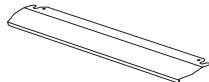

Figura 29
1. Un panou de siguranță este proiectat pentru a proteja panoul de control și butoanele atunci când cuporul este în modul grătar. (Figura 29)